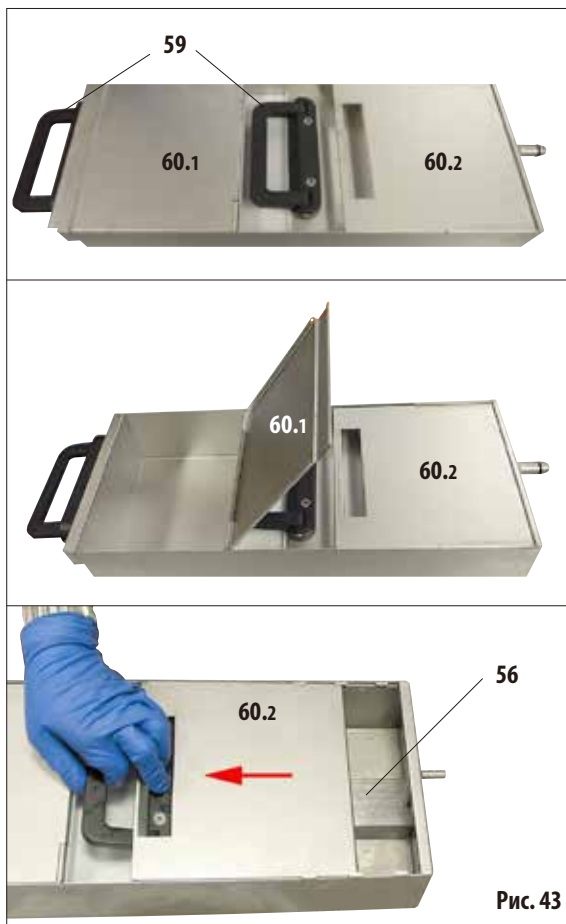

Рис. 43
- Все парафиновые ванны имеют две рукоятки (59), предназначенные для выдвигания и транспортировки. Две подвижные крышки (60.1 и 60.2) улучшают теплоизоляцию и предотвращают выплёскивание жидкого парафина при выдвигании (рис. 43).
- Передняя (при выдвигании; на рисунке левая) крышка (60.1) может быть откинута вверх (рис. 43, в центре) для облегчения наполнения и очистки.
- Другая (на рисунке правая) крышка (60.2) может сдвигаться и даже сниматься для облегчения очистки (рис. 43, внизу).
- В каждой парафиновой ванне имеется сетчатый фильтр (56) (как и в парафиновой станции), защищающий трубопроводы для парафина от загрязнения.